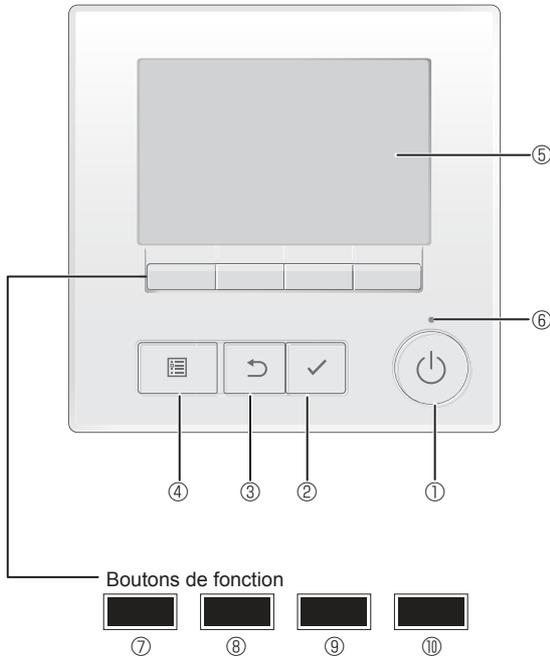

Fig. 7-1
7.2.1. Utilisation de la télécommande filaire (Fig. 7-1)
① Bouton [MARCHÉ/ARRÊT]